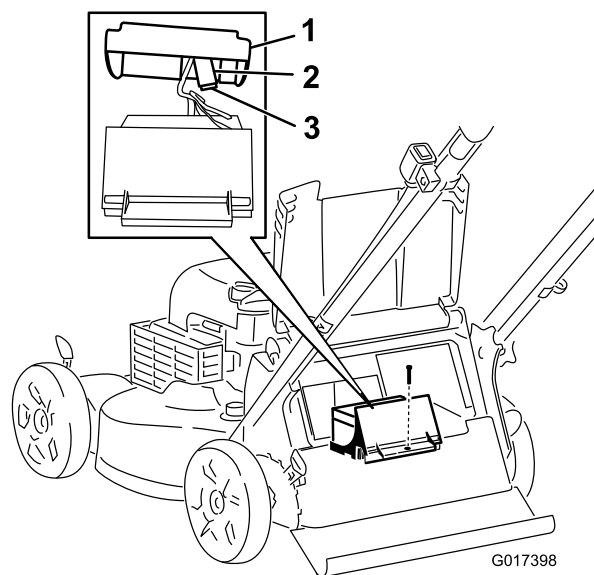

Рисунок 28
3. Снимите крепежный винт аккумуляторного отсека, выньте аккумулятор и найдите предохранитель (Рисунок 28).
4. Замените плавкий предохранитель в держателе (Рисунок 28).